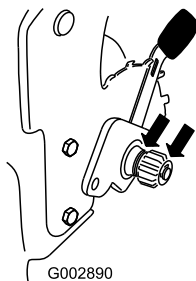

Figura 42
- Applicare olio lubrificante sul lato interno ed esterno delle corone come mostrato in figura (Figura 42).